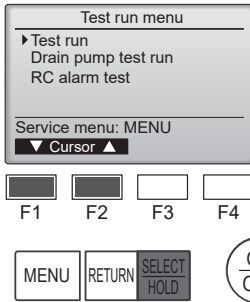

Fig. 8-2
- Selecione "Test run" (Modo prueba) desde el menú Modo prueba, y pulse el botón [SELECT/HOLD]. (Fig. 8-2)